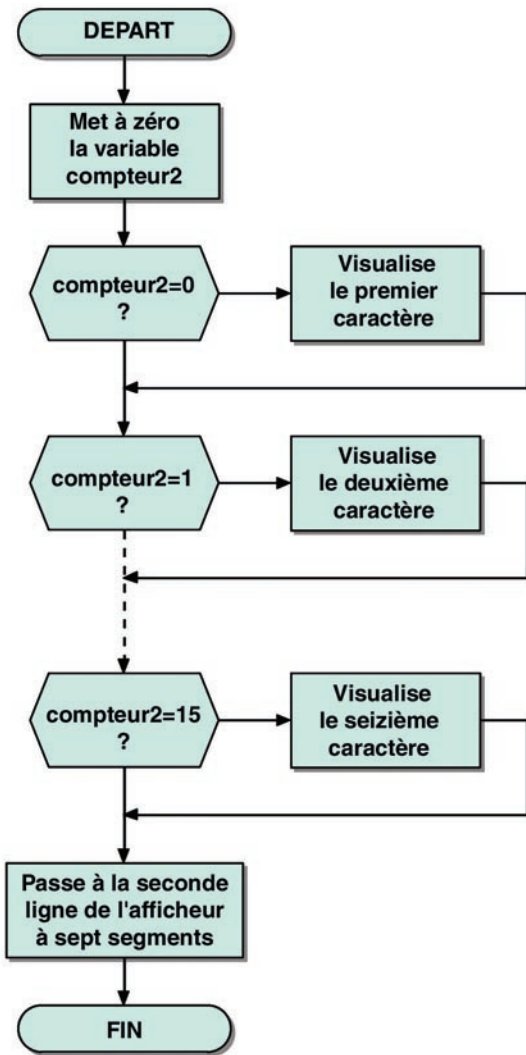

Figure 3 : Organigramme de gestion de l'afficheur LCD.
Enfin, il faut communiquer les adresses de la "CG RAM" et de la "DD RAM". Quand la série des commandes est finie, la broche "RS" prend le niveau logique haut (1) par l'intermédiaire de l'instruction "sbi". Maintenant on peut envoyer les caractères, cependant il faut d'abord transmettre l'adresse de mémoire pour la "DD RAM" de manière à sélectionner la première ligne. Pour ce faire, on met au niveau logique bas (0) la broche "RS" de l'afficheur LCD, on envoie sur le bus de données l'adresse de mémoire de la première ligne, on porte au niveau logique haut (1) "l'ENABLE" (E) de l'afficheur LCD que l'on remet aussitôt au niveau logique bas (0), on rappelle la routine de retard et enfin on remet au niveau logique haut (1) la broche "RS". Maintenant, il est possible d'envoyer un à un tous les caractères de la première ligne. La logique d'envoi des caractères est le reflet de l'organigramme de la figure 3. Pratiquement, un compteur distinguant les numéros des caractères de la première ligne de l'afficheur LCD est mis à zéro. Quand le compteur est à zéro, nous écrivons le premier caractère de